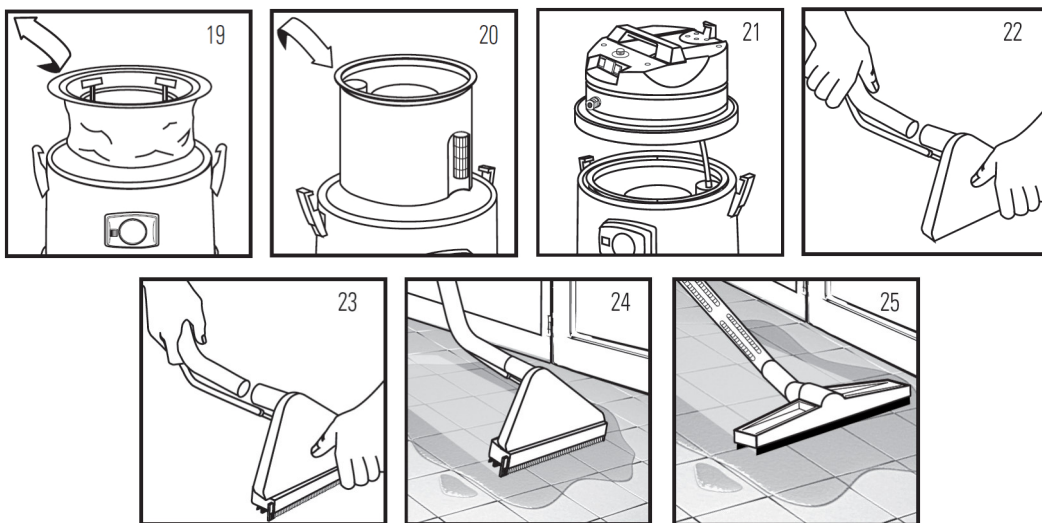

Abb. 13: Flüssigkeiten saugen flexCAT 127 PD
- Filter B vom Körper E entfernen (Bild 13)